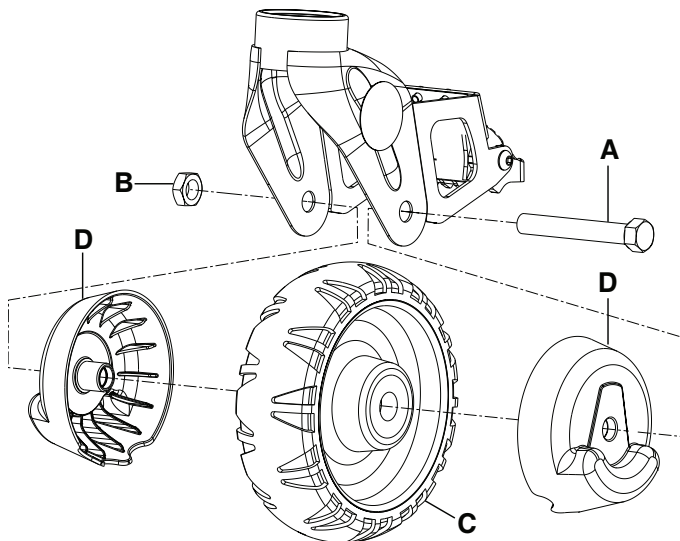
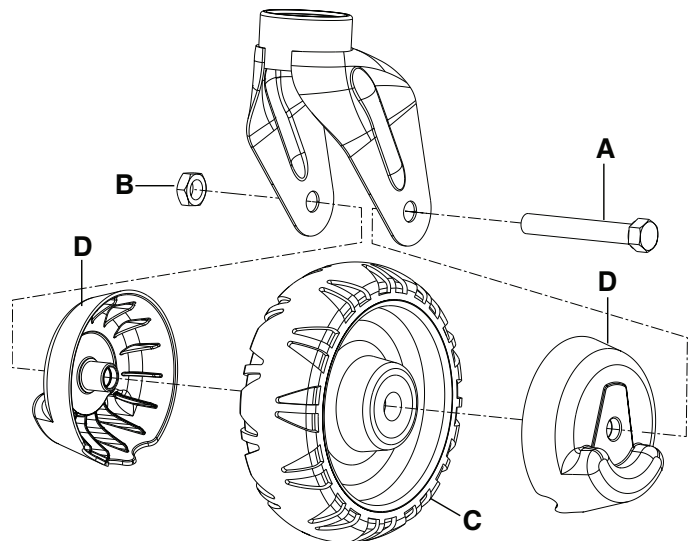

图 5 – 轻便车脚轮 (带轮罩和轮锁)
图 6 – 轻便车脚轮 (带轮罩, 无轮锁)
4. 将两个轮罩 (6390-001-206) (D) 扣在车轮上, 让轮罩与两侧契合 (图 5 或 图 6)。
5. 用 5/8" 套筒扳手、3/8" 传动棘轮和 11/16" 万用扳手, 安装六角螺钉 (A) 和 Toplock 防松螺母 (B) (0016-060-000), 用轮罩 (D) 将车轮 (C) 固定至脚轮角上 (图 5 或 图 6)。